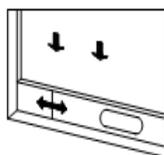
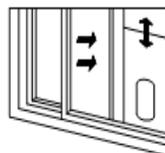

Fig.2
Fig.3
A) Aprire leggermente la finestra e posizionare il kit finestra orizzontalmente o verticalmente come mostrato in Fig 2 e Fig3.